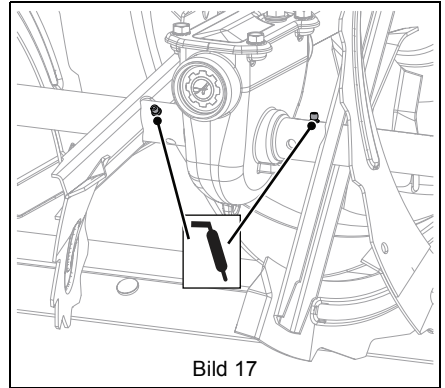

Bild 17
2. Tryck in fett i smörjniplarna. Se Bild 17.